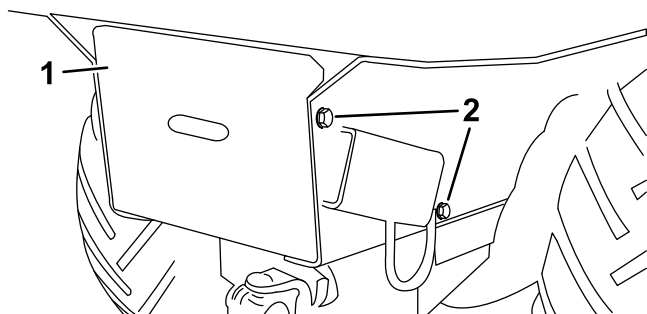

Figura 33
2. Retire los pernos que sujetan la bandeja de la batería, situados en ambos lados de la máquina (Figura 33).